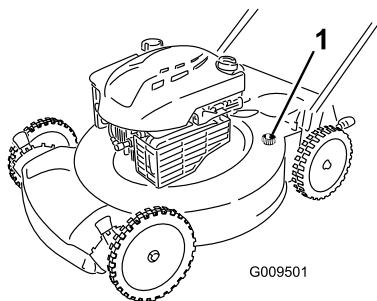

Figure 20
5. Branchez un tuyau d'arrosage, relié à une arrivée d'eau, au raccord de lavage (Figure 20).